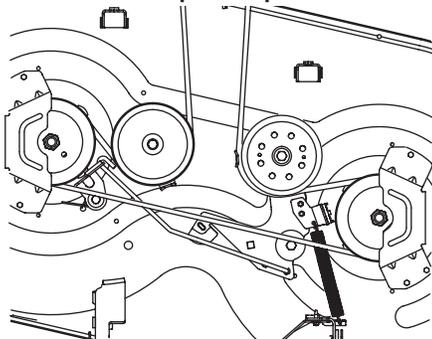

Figure 4-8
4. Installez les courroies neuves comme sur les Figure 4-8, 4-9 ou 4-10.